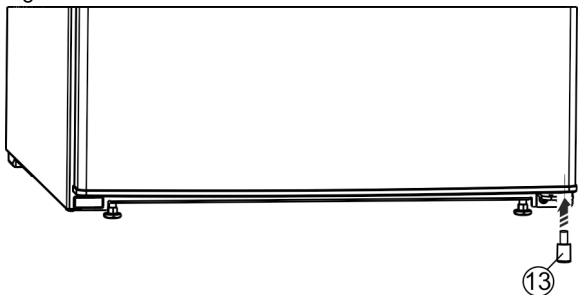

Fig. 27\*
- ▶ Sett inn avstandsdelen Fig. 27 (13) igjen nede til høyre i døren, da den er viktig for apparatets stabilitet.\*